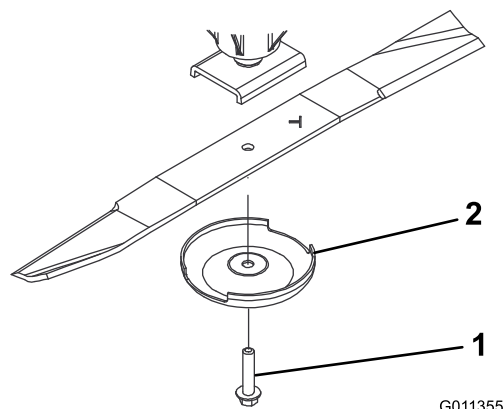

Figure 95
2. Tenez la lame par son extrémité avec un chiffon ou un gant épais. Enlevez le boulon, la coupelle de protection et la lame de l'axe de pivot (Figure 95).
3. Montez la lame, ailette vers l'unité de coupe, et fixez-la avec la coupelle de protection et le boulon (Figure 95). Serrez le boulon de la lame à un couple de 115 à 149 N·m.
Si la lame est trop usée, une entaille se forme entre l'ailette et la partie plane (Figure 95). La lame peut alors se briser et un morceau être projeté du dessous de la machine, vous blessant gravement ou une personne à proximité.